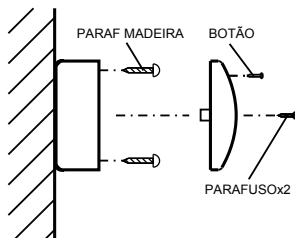

FIG.5
- Fixe a tampa superior com os parafusos fornecidos segundo a FIG.5.